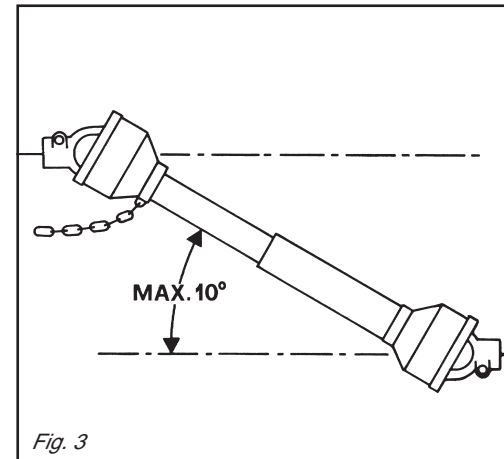

Fig. 3
- 39)** Disinserire, sempre, la presa di forza quando l'albero cardanico fa un angolo troppo aperto (mai oltre i 10 gradi - Fig. 3) e quando non viene usata.
- 39)** Always disengage the pto when the cardan shaft is set at an excessively open angle (never beyond 10 degrees - Fig. 3) and when it is not in use.
- 39)** Die Zapfwelle immer ausschalten, wenn die Gelenkwelle einen zu großen Winkel einnimmt (nie über 10 Grad - Abb. 3) und wenn sie nicht gebraucht wird.
- 39)** Débrayez toujours la prise de force quand l'angle de l'arbre à cardans est trop ouvert (jamais plus de 10 degrés Fig. 3) et lorsque vous ne devez pas l'utiliser.
- 39)** De aftakas altijd uitschakelen wanneer de cardanas een te grote hoek maakt (nooit meer dan 10 graden - fig. 3) en wanneer de machine niet gebruikt wordt.